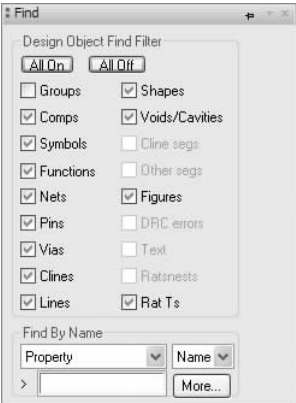
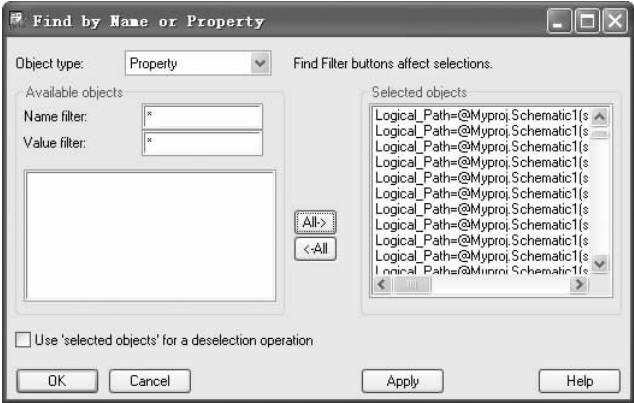

图 12-20 “Find（查找）”面板
图 12-21 “Find by Name or Property（按名称或属性查找）”对话框
1) 选择菜单栏中的“Edit（编辑）”→“Properties（属性）”命令，在“Find（查找）”面板中设置“Find By Name（按名称查找）”的内容为“Property”和“Name”，如图 12-20 所示。单击 **More...** 按钮，弹出“Find by Name or Property（按名称或属性查找）”对话框，设置该对话框内“Available objects（有效的对象）”列表中相关对象的属性，将选择的内容添加到“Selected objects（选择的对象）”列表中，如图 12-21 所示。